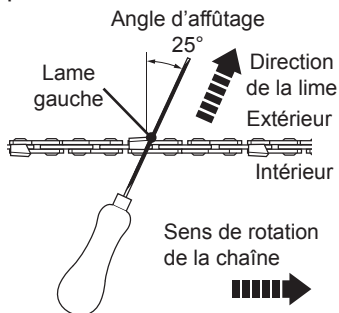

Fig. 43
- > Limez perpendiculairement au guide-chaîne, selon un angle de 25° par rapport au sens de la marche (Fig. 43).